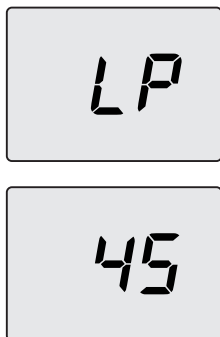

Figura 9.12
- Premere contemporaneamente i tasti 13 e 14 (Figura 9.10) fino a far apparire sul display LCD le lettere **LP** che si alternano con il valore di temperatura minimo dell'acqua sanitaria (es.**45**), indicanti l'entrata nell'attivazione della "funzione spazzacamino" alla potenza minima in sanitario (Figura 9.12).